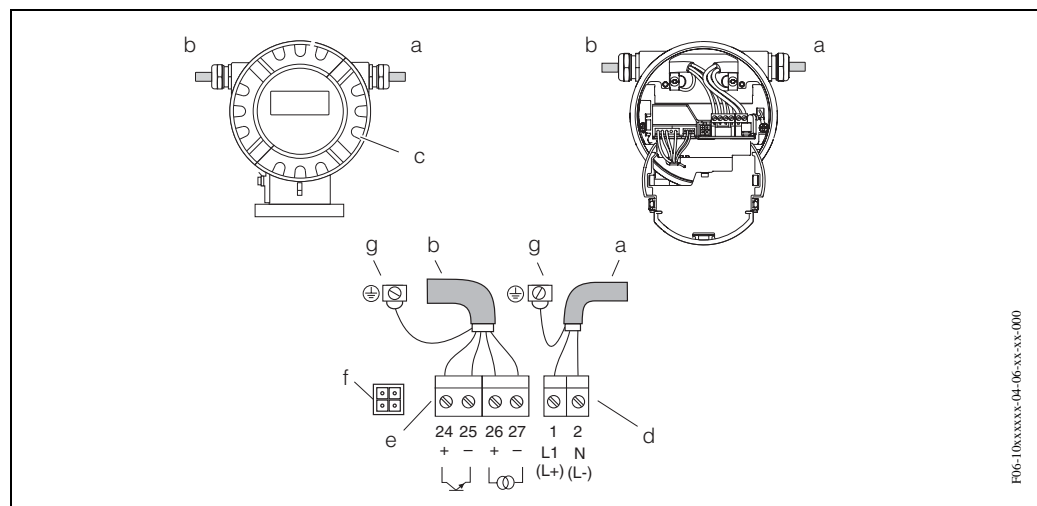

Рис. 27: Подключение преобразователя (алюминиевый корпус). Поперечное сечение кабеля: макс. 2.5 мм2
- Электромонтажная схема → Рис. 27
Элетромонтаж в соответствии с электромонтажной схемой на Рис. 27, стр. 40